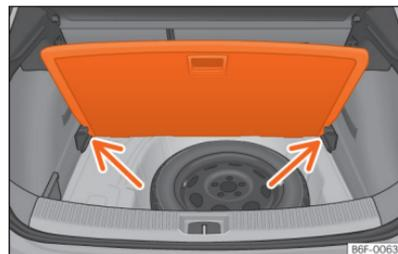

Fig. 145 Piso variável da bagageira: posição inclinada.
- Apoie o piso sobre os alojamentos previstos para o efeito »» Fig. 145 [setas].